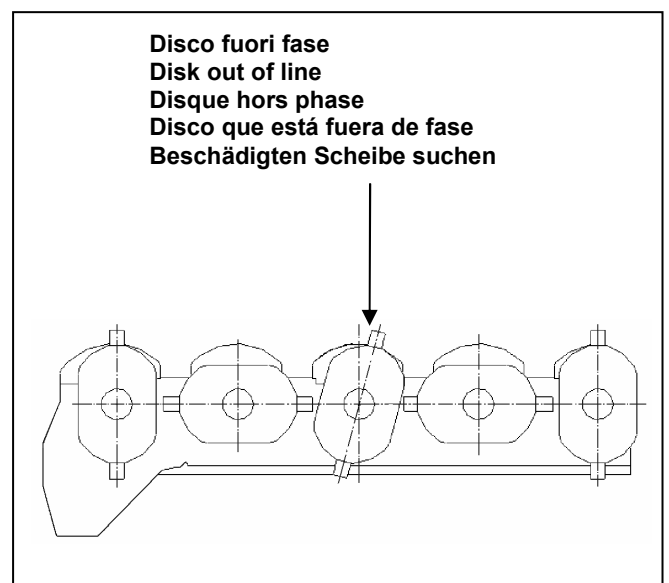

fig.28
- identificare il disco portacoltelli fuori fase (fig.28);
- Identify which disk is out of line (fig.28);
- identifier le disque hors phase (fig.28);
- identificar el disco que está fuera de fase (fig.28);
- nach der beschädigten Scheibe suchen (Abb.28);
Die Mutter **C** (M24) mit einem Anzugsmoment von 30 kgm (Abb.28) anziehen.